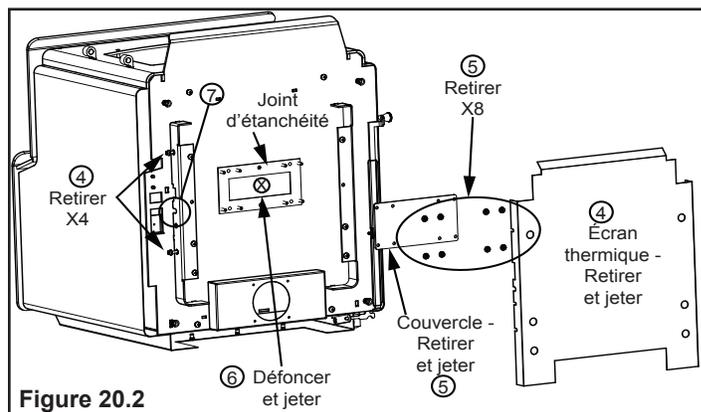

Figure 20.2
- Couchez l'appareil sur son dos, sur une surface rembourrée ou une palette (**Figure 20.2**).
- Retirez l'écran thermique en desserrant les quatre boulons à l'aide de la clé ouverte 3/8 (**Figure 20.2**).
- Retirez les 8 écrous maintenant le couvercle à l'aide de la clé à douille 7/16; jetez le couvercle (**Figure 20.2**).
- Retirez l'alvéole défonçable du bas de la boîte à feu à l'aide du marteau (**Figure 20.2**).
3. Couchez l'appareil sur son dos, sur une surface rembourrée ou une palette (Figure 20.2 à la page 20).
4. Retirez l'écran thermique en desserrant les quatre boulons à l'aide de la clé ouverte 3/8 (Figure 20.2 à la page 20).
5. Retirez les 8 écrous maintenant le couvercle à l'aide de la clé à douille 7/16; jetez le couvercle (Figure 20.2 à la page 20).
- Retirez l'alvéole défonçable du bas de la boîte à feu à l'aide du marteau (**Figure 20.2 à la page 20**).